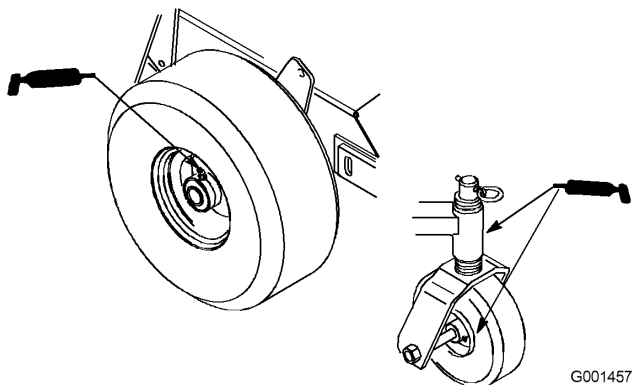

Figura 21
1. Lubrique los cojinetes de las ruedas delanteras y los ejes delanteros (Figura 21).
2. Lubrique los cojinetes de las ruedas motrices (Figura 21).